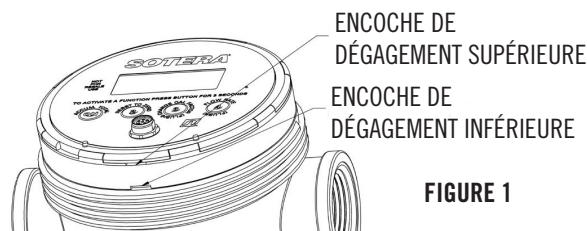

FIGURE 1
- Insérer un tournevis à tête plate large dans la fente supérieure et dégager délicatement le module électronique (voir Figure 1).